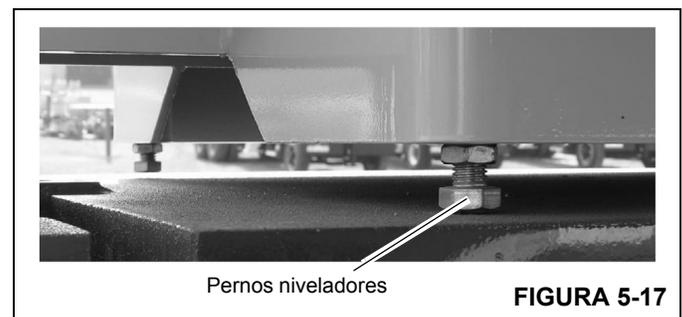

FIGURA 5-17
- Ajuste los cuatro pernos niveladores del contrapeso (Figura 5-17) para eliminar todo movimiento relativo entre el contrapeso y la plataforma de giro.